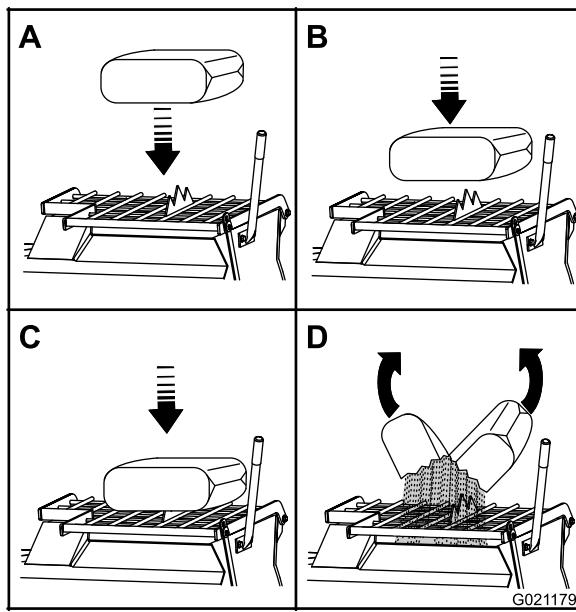

Figure 31
**Remarque:** Vous pouvez ouvrir les sacs de ciment, plâtre et liant en les plaçant sur la lame coupe-sac (Figure 31).